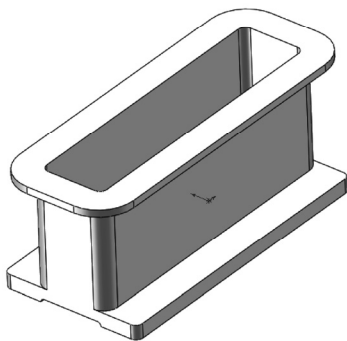

图 9-49 生成下箱体底座的切除特征
③ 创建拉伸切除特征。选择菜单栏中的“插入”→“切除”→“拉伸”命令，或单击“特征”控制面板中的“拉伸切除”按钮，系统弹出“切除-拉伸”属性管理器，设置切除方式为“完全贯穿”，单击“确定”按钮，完成实体拉伸切除的创建，如图 9-49 所示。